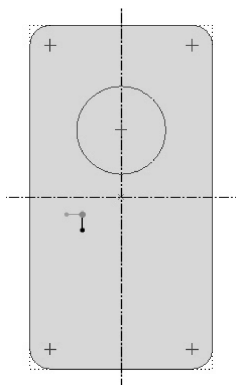

图 4-37 有重复图形的截面
- 不允许有重复图元。重复的图形会阻碍系统对需要拉伸图形的确认，因此，若观察视图未发现问题，如图 4-37 所示，系统弹出警示对话框，可能是由于重复图形造成的。